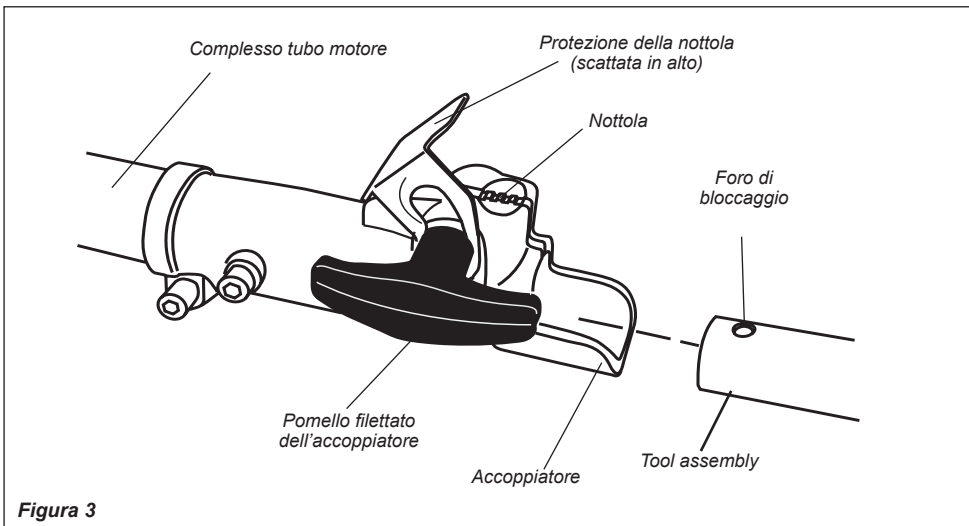

Figura 3
Il gruppo M2510 deve essere rivolto verso l'alto e il giunto rapido deve essere posizionato con il foro di bloccaggio rivolto verso l'alto e inserito nel tubo terminale. Vedere Figura 3.
4. Ruotare lo strumento in un senso e nell'altro fino ad essere certi che sia scattato nella nottola dell'accoppiatore. Vedere Figura 3.